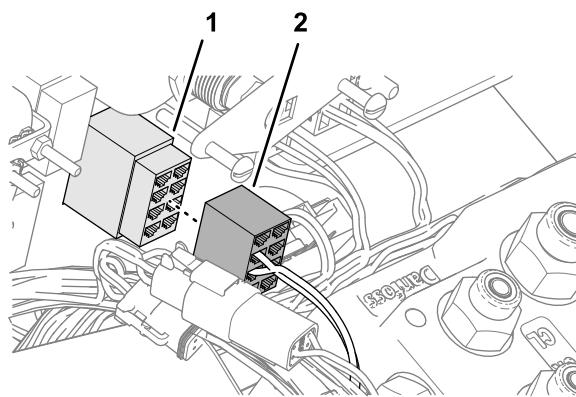

Figura 93
6. Enchufe el conector hembra de 8 vías del arnés de cables del kit marcado ROAD SWITCH (Figura 93) en el interruptor de 2 posiciones que instaló en Montaje del interruptor de carretera en el salpicadero (página 32).